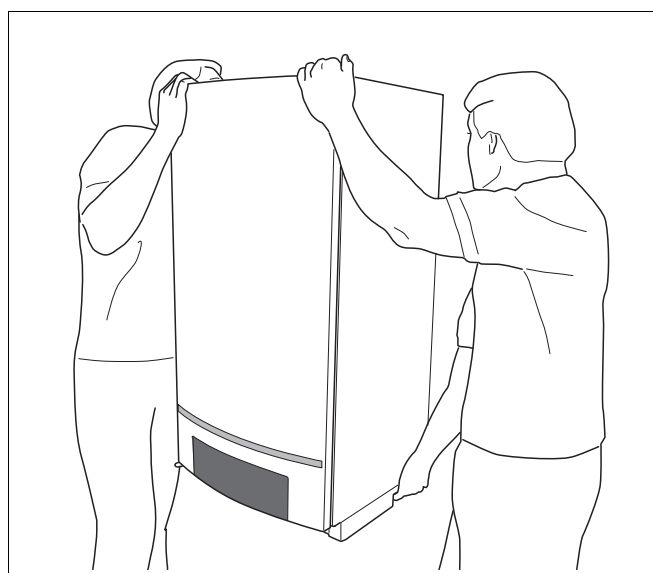

Fig. 2 Cv-toestel correct optillen en dragen
Het cv-toestel kan het beste worden opgetild met één hand achter aan de onderzijde en de andere hand aan voor de bovenzijde van het cv-toestel (→ fig. 2).
- Til het cv-toestel met 2 personen aan de achterkant en aan de transportbalk aan de onderkant op en plaats het cv-toestel in de wandhouder (→ fig. 2, pag. 12).